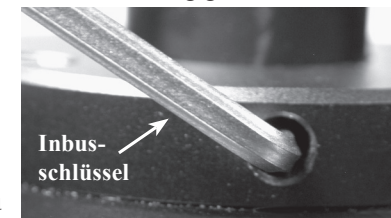

Abbildung 26
- der im vorhergehenden Schritt gemachten Feststellungen. Ziehen Sie eine der beiden Stellschrauben vorläufig an. Siehe Abbildung 26.